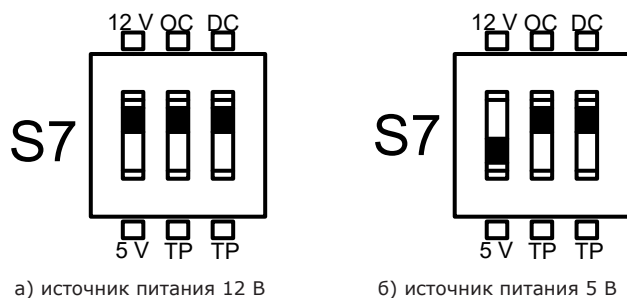

Рисунок 2.38— Установка переключателя S7, тип выходного сигнала энкодера push-pull (двухтактный выход)
- push-pull (двухтактный). В зависимости от напряжения питания энкодера установить положение первого тумблера (слева) для источника питания 12 В – вверх или для источника питания 5 В – вниз. Установку положения второго и третьего тумблеров произвести вверх (см. рисунок 2.38).